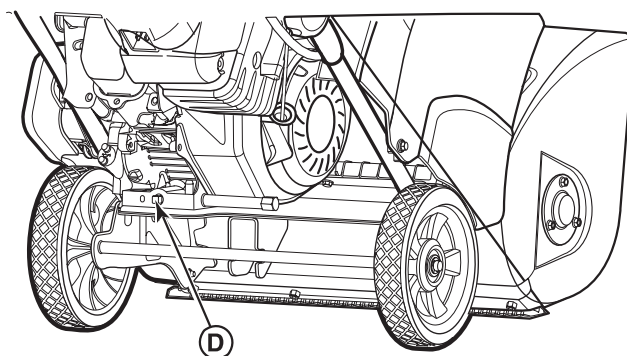

Рис. 11
2. Выньте пробку из сливного отверстия (D, Рис. 11). Наклоните снегоуборщик на небольшое расстояние назад и слейте масло в соответствующую емкость.